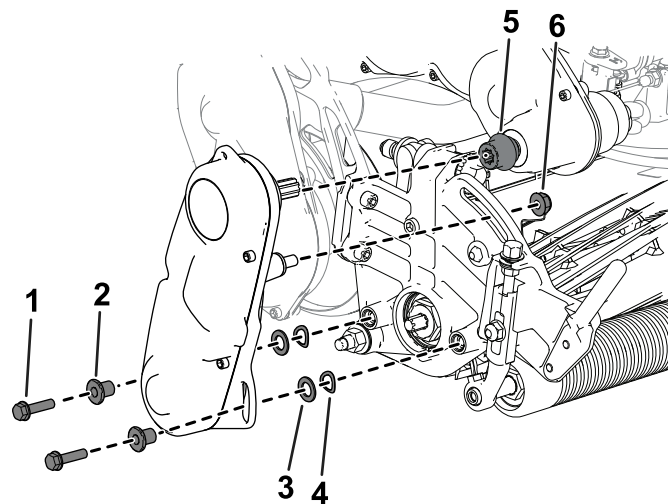

Figura 45
6. Utilizai uruburile cu cap imbus, aibele i distanțierele îndepărtate anterior pentru a fixa ansamblul cilindrului pe placa laterală a unității de tăiere (Figura 45).
Asigurați-vă că arborele ansamblului de acționare a cilindrului este montat pe elementul de cuplaj transmisie-arbore de acționare (Figura 45).